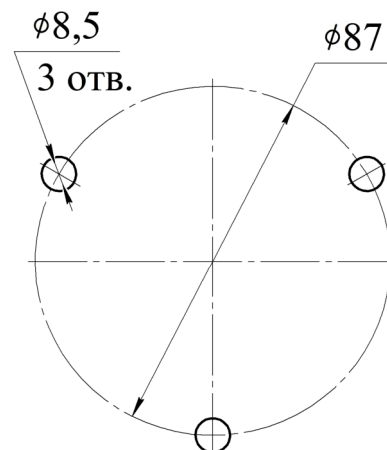

Рисунок 3
6.8 При монтаже насадка-распылителя через удлинитель (см. рисунок 3) провести следующие работы. Собрать удлинитель согласно рисунку 3. Перед сборкой на наружные резьбы трубы **5** нанести герметик, например, ТЕКАСИЛ NEUTRAL PROF1, после чего накрутить до упора переходники **3**, **4**. В резьбовые участки отверстий насадка-распылителя **2** и переходника **4** установить резиновые кольца **6**, **7**. На наружную резьбу переходника **3** накрутить до упора насадок-распылитель **2**. Соединить удлинитель через резьбовое соединение с выпускной горловиной МУПТВ **1**. При монтаже необходимо обеспечить перпендикулярное направление оси удлинителя относительно горизонтальной плоскости.